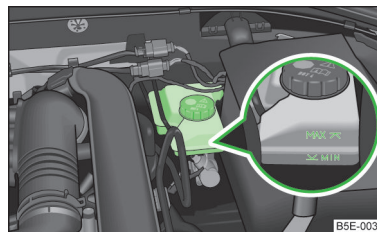

Fig. 186
- Dacă nivelul lichidului a scăzut sub marcajul MIN » **fig. 186** la pagina 229,  nu continuați deplasarea – pericol de accident! Solicitați asistența de specialitate a unei unități de service.
- Verificați nivelul lichidului de frână pe recipientul acestuia » **fig. 186**.